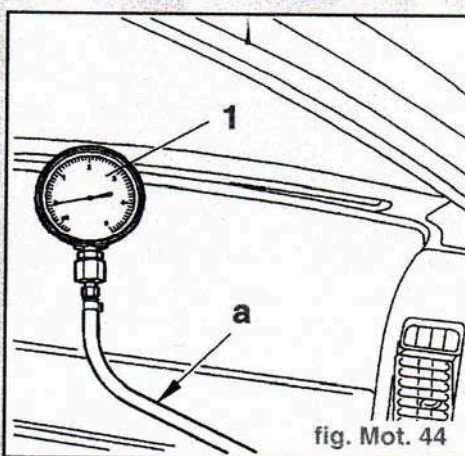

fig. Mot. 44
- Interposer l'outil (2) **4185-T** muni de l'outil (3) **4219-T** entre le tube (1) et le conduit (2).
- Positionner l'outil (1) **4073-T** dans le véhicule.
- Raccorder le manchon (2) sur le manomètre (1) avec tube "a" (fig. Mot. 44).
mètre (1) avec tube "a" (fig. Mot. 44).